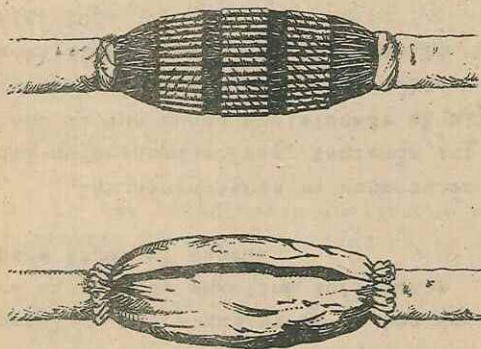

Fig. 104.
2. Después de empalmados todos los hilos se envolverá el empalme con muselina en una sola pieza. La muselina será lo suficientemente grande para que sobresalga unos 2,5 e/m sobre la cubierta a cada lado del empalme y lo bastante ancha para que quede solapada alrededor de 2,5 e/m en la parte alta del mismo. La muselina se atará sobre la cubierta en los extremos del empalme con manguito de algodón e con cinta aislante, según se muestra en la Fig. 104